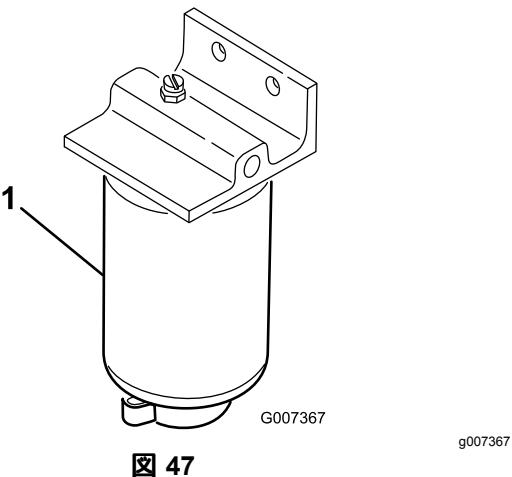

図 47
1. 燃料フィルタの下に汚れのない容器をおく図 47。
2. フィルタの取り付け部周辺をウェスできれいにぬぐう図 47。